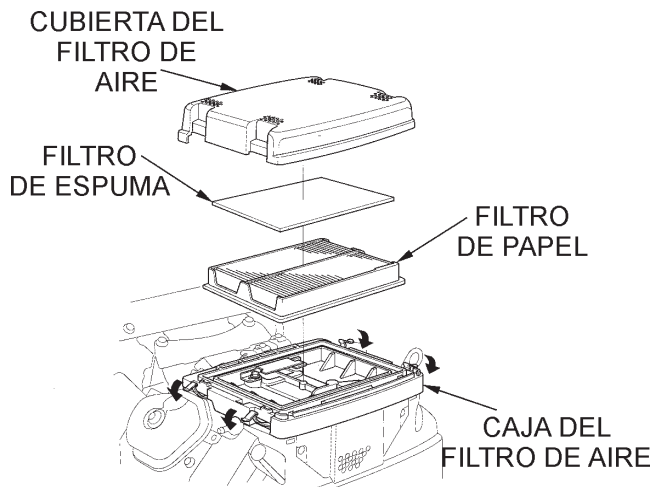

Figura 12. Componentes del filtro de aire
1. Suelte los cuatro seguros (Figura 12) de la cubierta del filtro de aire y retírela.